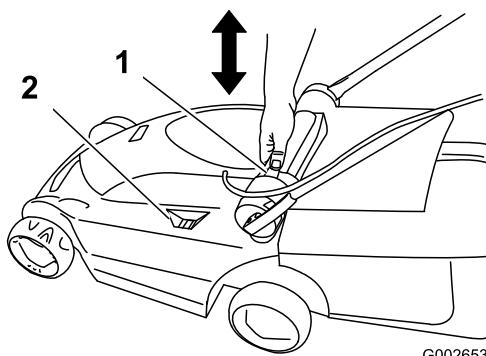

Bild 19
2. Drücken Sie mit dem Daumen auf die Taste zum Einstellen der Schnitthöhe und drücken Sie den Schnithöhengriff nach unten oder ziehen Sie ihn nach oben, bis Sie die gewünschte Einstellung auf der Schnithöhenanzeige erreicht haben (Bild 19).